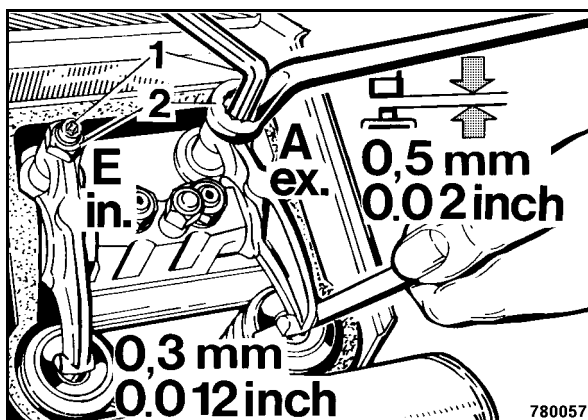

Fig. 174
- Allentare il controdado (2) (Fig. 174) e regolare la vite di registro (1) in modo che, con il controdado serrato, lo spessimetro possa essere inserito ed estratto a minima resistenza.